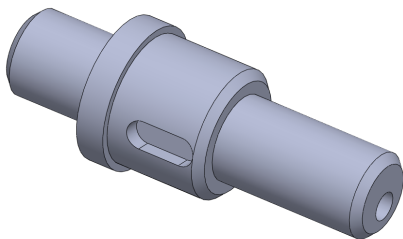

图 10-25 打开素材模型
(1) 单击常用工具栏中的【打开】按钮，打开一幅素材模型，如图 10-25 所示。